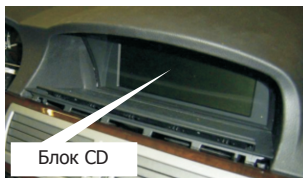

Рис. 1. Положение блока CD в а/м BMW 7 серии
Автомобильная шина CAN представляет собой пару проводов CAN-L и CAN-H. Модуль включается в разрыв этой шины: в а/м BMW 7 серии – непосредственно у питающего разъема блока Control Display (CD) (см. рис. 1),